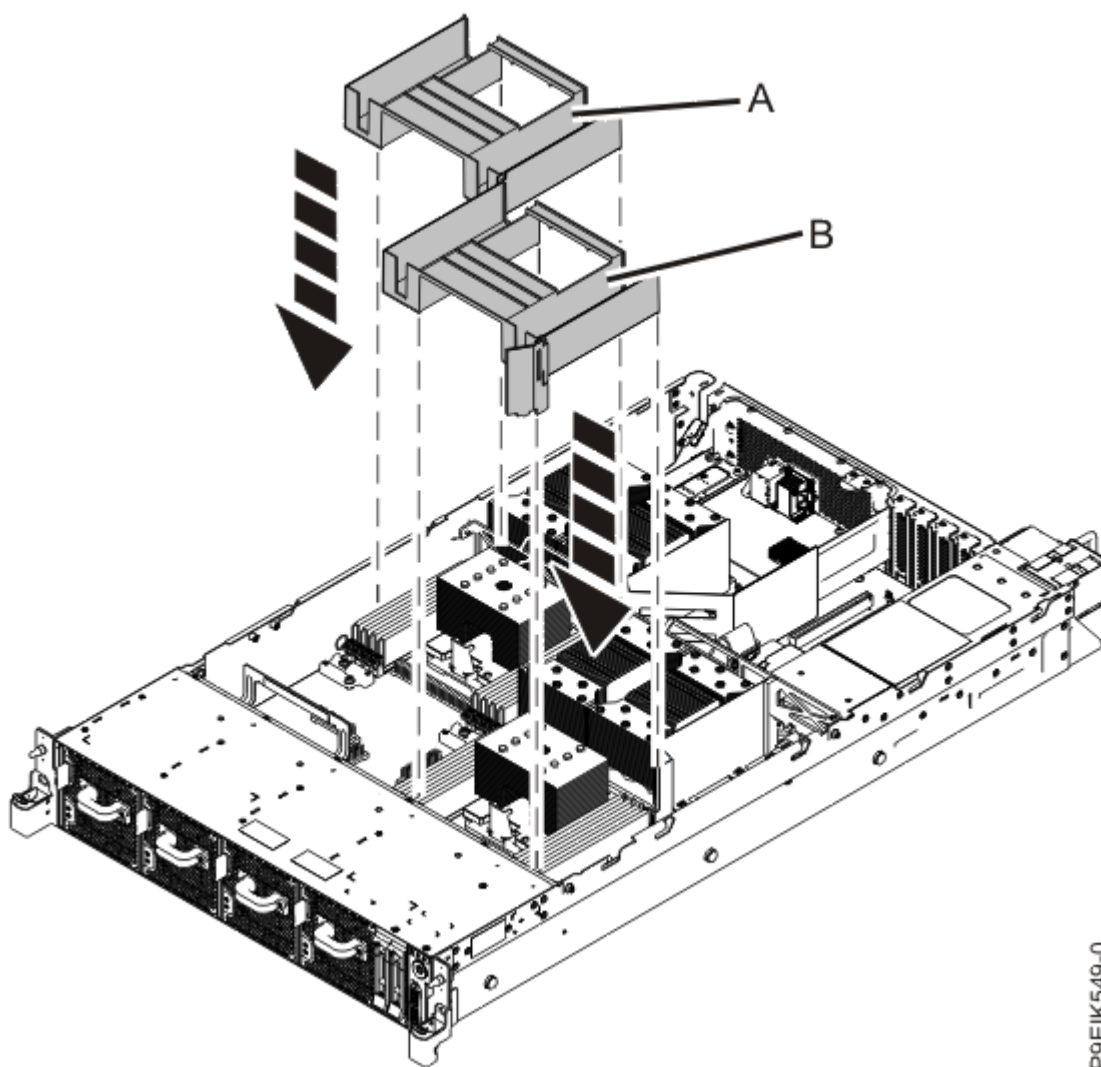

図 70. システム・プロセッサ・エア・バッフルの取り替え
32. エア・バッフル (A) および (B) を取り替えます (89 ページの図 70 を参照)。